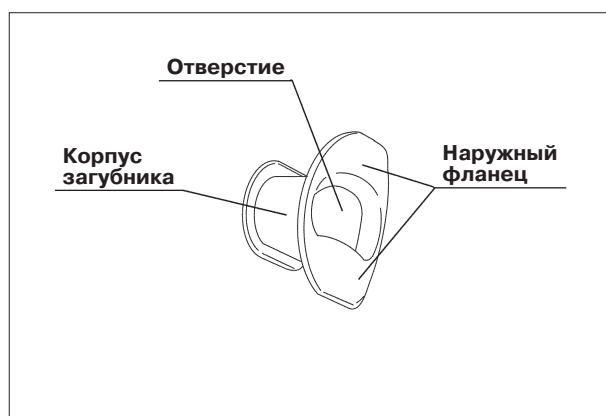

Рис. 3.9
1. Убедитесь в отсутствии трещин, деформаций и дисколораций на загубнике (см. рис. 3.9).
2. Используя кончики пальцев, проверьте все поверхности загубника на предмет наличия царапин или других дефектов (см. рис. 3.9).